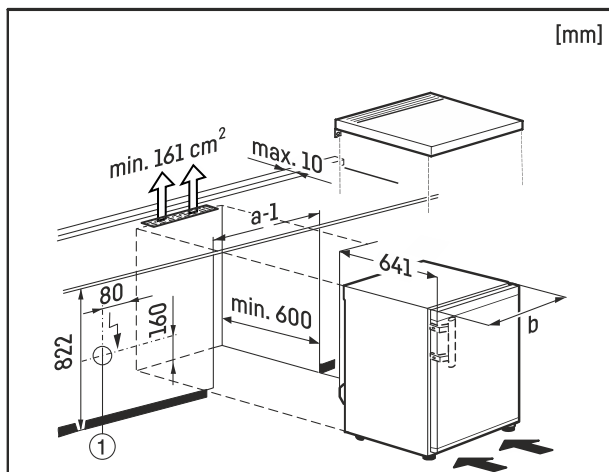

Fig. 8
Zásuvka Fig. 8 (1) musí být na dostupném místě mimo zadní stranu spotřebiče.